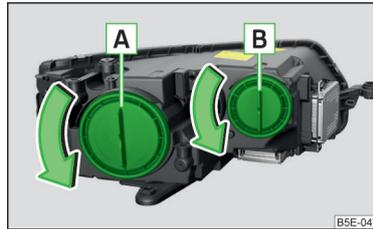

Abb. 330
### Glühlampenordnung » Abb. 330
- Die Schutzkappe **A** » Abb. 330 auf Seite 294 in Pfeilrichtung drehen.
- Die Schutzkappe **A** » Abb. 330 auf Seite 294 einsetzen und entgegen der Pfeilrichtung drehen.
- Die Schutzkappe **B** » Abb. 330 auf Seite 294 in Pfeilrichtung drehen.
- Die Schutzkappe **B** » Abb. 330 auf Seite 294 einsetzen und entgegen der Pfeilrichtung drehen.